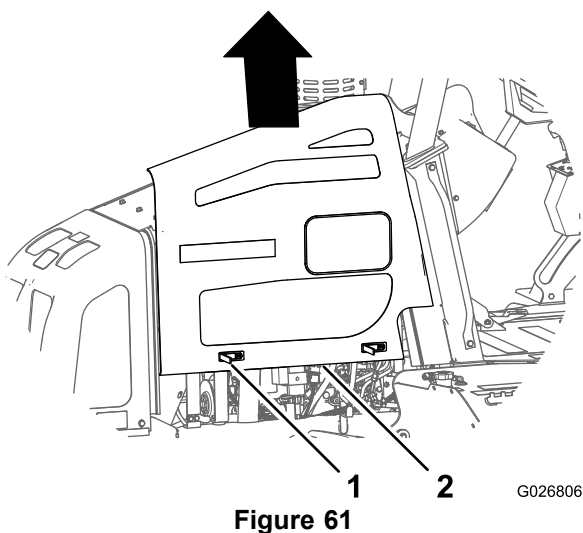

Figure 61
- Soulevez le panneau pour le déposer de la machine (Figure 61).